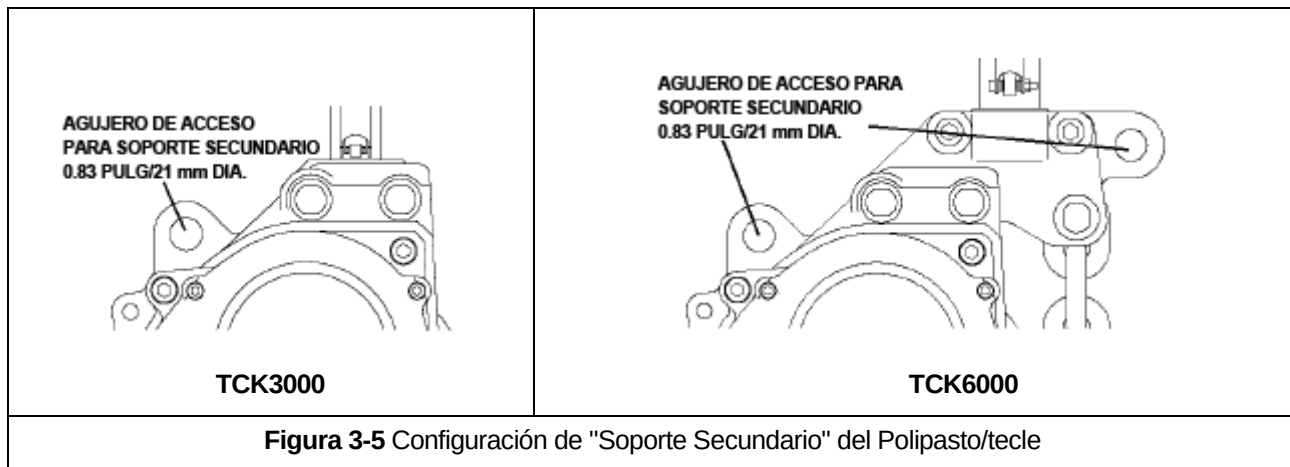

Figura 3-5 Configuración de "Soporte Secundario" del Polipasto/tecle
- 3.8.1 Para aplicaciones que requieren un "Soporte secundario", se ha proporcionado una ubicación de fijación de soporte en el yugo de polipasto/tecle del gancho superior / Cuerpo del Polipasto/tecle. Referencia Figura 3-5.